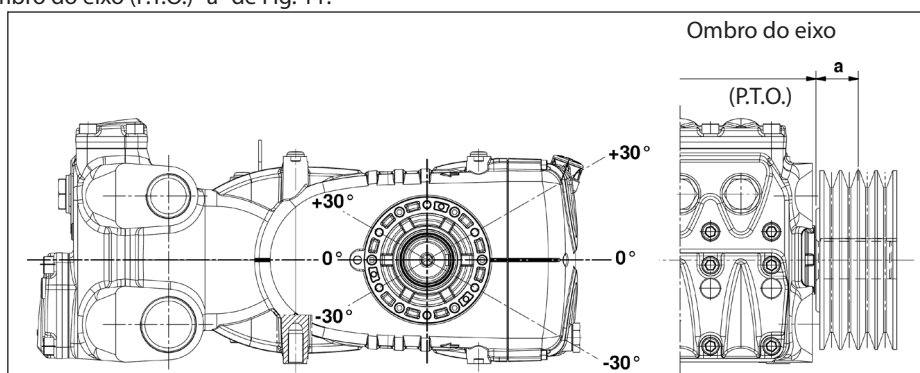

Fig. 11
A transmissão é considerada adequada se tal carga é aplicada a uma distância máxima de $a = 40$ mm do ombro do eixo (P.T.O), conforme indicado na Fig. 11.
- b) Use correias de alto rendimento - por exemplo **XPB** ao invés de **SPB** - pois resultará necessário uma quantidade inferior de correias com a mesma potência transmitida e uma conseqüente distância inferior do resultante em relação ao ombro do eixo (P.T.O.) "a" de Fig. 11.
- e) Siga a direção do tiro da correia, conforme indicado na Fig. 11 para exigências diferentes, contate o **Departamento Técnico** ou o **Serviço de Assistência ao Cliente**.